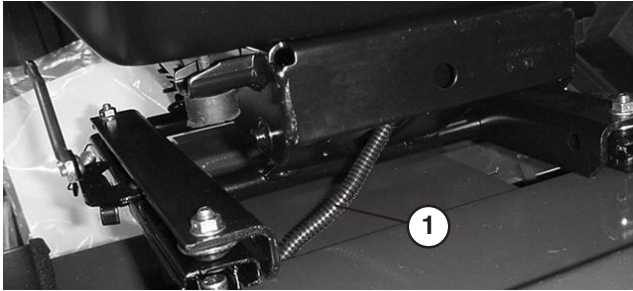

**Figure 12**
- Montez l'ensemble suspension sur 4 vis situées sur la base du siège et fixez-le en place avec 4 rondelles-freins, rondelles plates et écrous (Fig. 12).
- Fixez sans les serrer 2 colliers en R au côté droit de la base du siège avec 2 vis d'assemblage et rondelles plates qui font partie du kit (Fig. 12). Placez le tube du manuel dans les colliers en R et serrez les vis d'assemblage (Fig. 12).
- Montez le support de siège sur quatre goujons filetés sur la base de l'ensemble suspension et fixez-le en place avec des écrous à embase (Fig. 12).